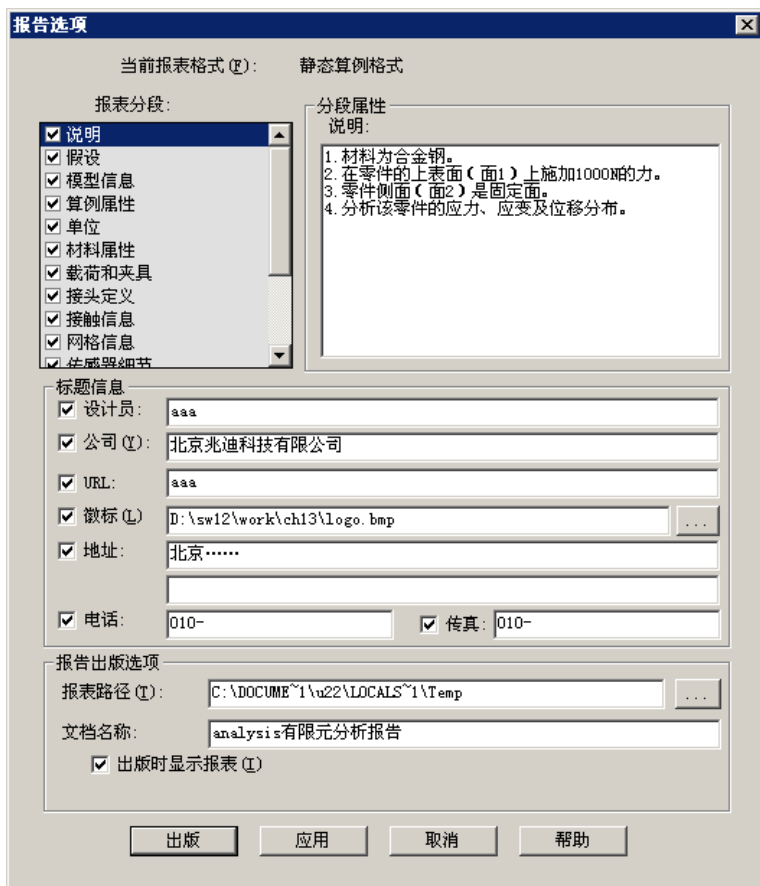

图 12.3.50 “报告选项”对话框
Step1. 选择下拉菜单  **Simulation** →  **报告(R)...** 命令，系统弹出图 12.3.50 所示的“报告选项”对话框。
Step2. 对话框中各项设置如图 12.3.50 所示。